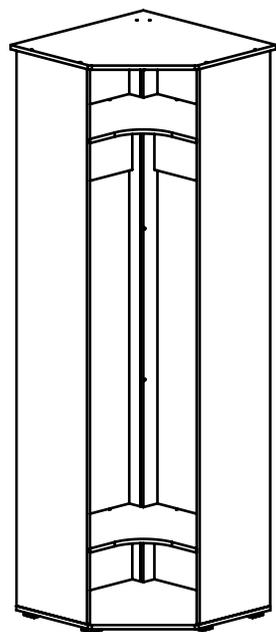

Рис. 8
9. Установите двери, закрепив петли затяжными винтами. Закрепите ручку с помощью винтов М4х20 (Рис. 8).